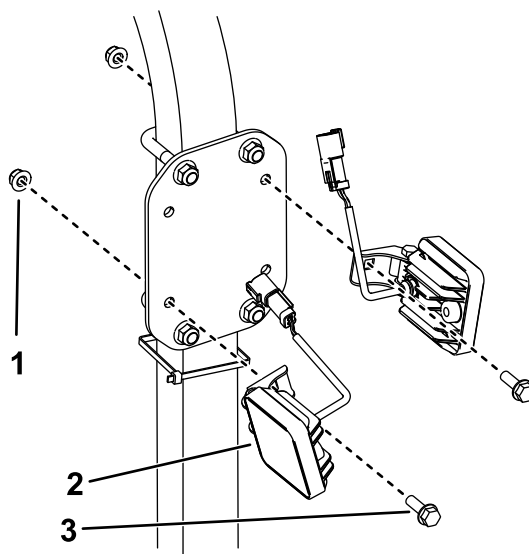

Figure 2
2. Montez 2 feux de travail sur chacun des supports à l'aide de 2 boulons à embase (5/16" x 1") et 2 contre-écrous (5/16"), comme montré à la Figure 2.